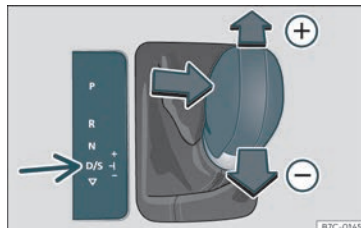

Fig. 202 Consola central: canviar amb tiptronic.
- Empenyeu la palanca cap endavant (+) o cap enrere (-) per augmentar o reduir la marxa »» **fig. 202**.